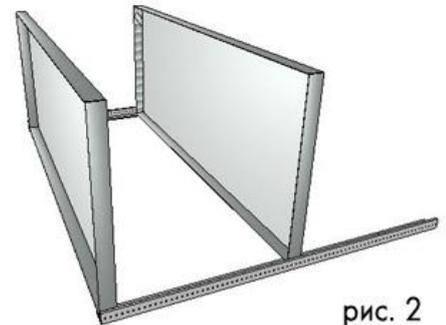

рис. 2
3. Стойки укладываются горизонтально, и к ним в местах установки уголков усиления крепится нижняя полка (рис.2). А верхняя полка крепится в выбранном потребителем положении.